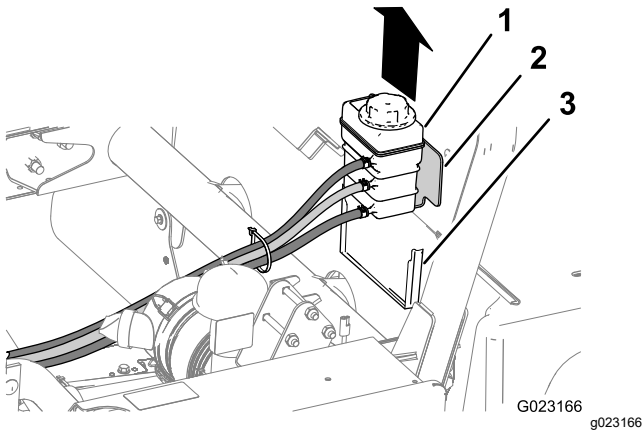

Figure 8
1. Soulevez le réservoir de liquide de refroidissement et déposez-le du logement du support au dos du carénage du siège (Figure 8).